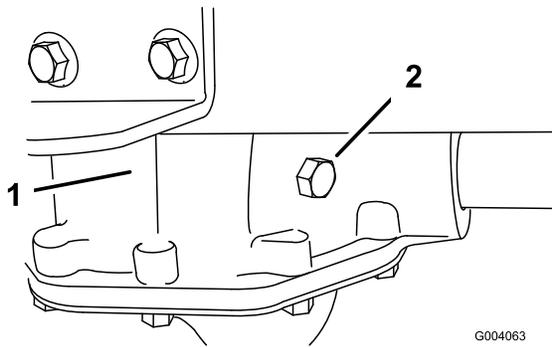

図 44
2. トランスアクスルについている点検ボルトを外す (図 44)。